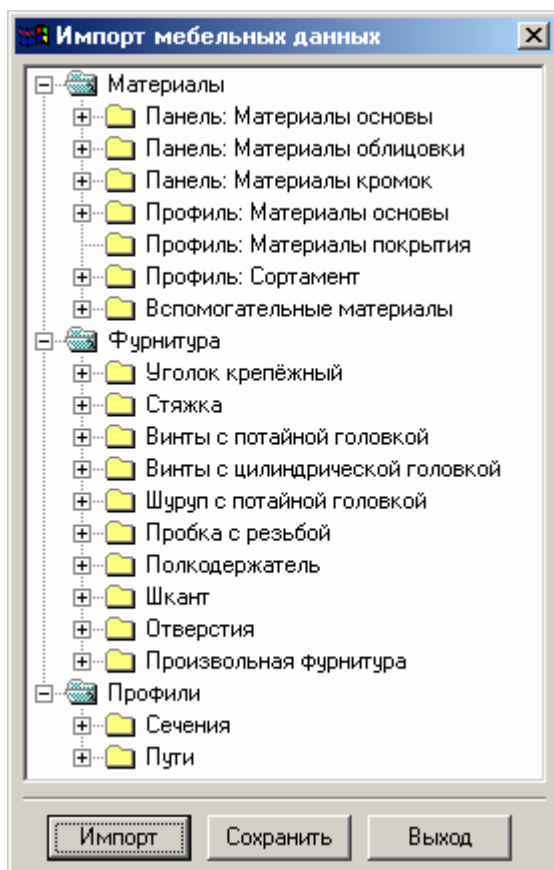

Рис. 82 Диалоговое окно *Импорт мебельных данных*
3. Нажать кнопку *Сохранить* в диалоговом окне *Импорт мебельных данных* (рис. 82).